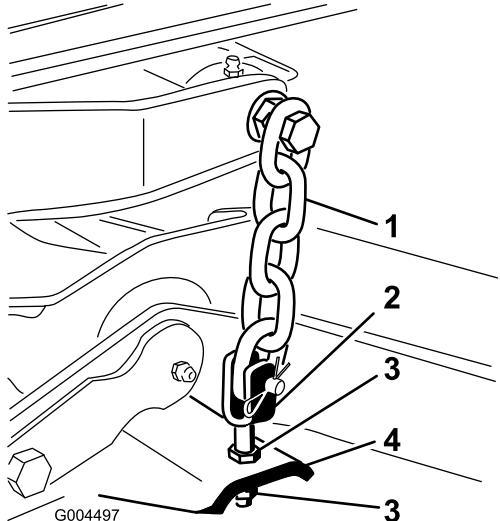

Figure 75
- Ajustez les écrous de blocage qui fixent les chapes/chaînes au plateau de coupe arrière pour éléver l'arrière du plateau de coupe de sorte à obtenir une inclinaison de la lame de 8 mm (Figure 75).